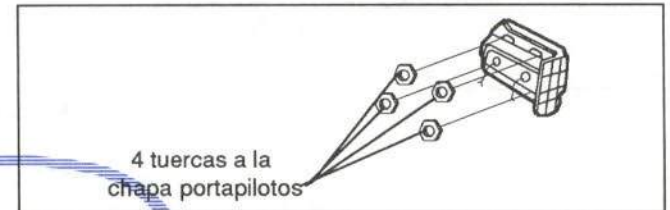

Figura 54.- Fijación de los pilotos
En la figura 54 se muestra su fijación
- Pilotos (figura 54)